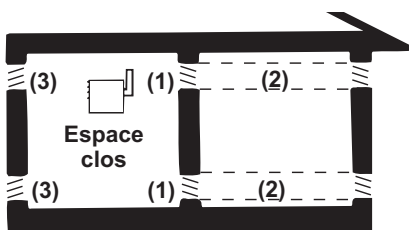

Figure 4. Ouvertures requises pour l'air de combustion
Pour l'installation en espace confiné des modèles de aérothermes APD, UDAP et UDBP (y compris ceux avec l'option CV), Placez ces ouvertures près du sol et du plafond afin d'alimenter l'appareil en air de combustion tout en permettant une ventilation adéquate de l'appareil, comme l'illustre le **Figure 4**, selon la source d'air de combustion, comme le montrent les points 1, 2 et 3 ci-dessous.
Additionnez le total des BTUh de tous les appareils dans l'espace clos, puis divisez-le par les données ci-dessous pour obtenir la section libre en pouces carrés de chaque ouverture (haut et bas). Notez que (1), (2) et (3) se rapportent à la **Figure 4**:
- (1) Air provenant de l'intérieur de l'édifice - Ouvertures, 1 pouce carré de section libre par tranche de 1000 BTUh. Jamais moins de 100 pouces carrés de section libre par ouverture.
- (2) Air provenant de l'extérieur amené par des conduits - Ouvertures, 1 pouce carré de section libre par tranche de 2000 BTUh.
- (3) Air provenant directement de l'extérieur - Ouvertures, 1 pouce carré de section libre par tranche de 4000 BTUh.